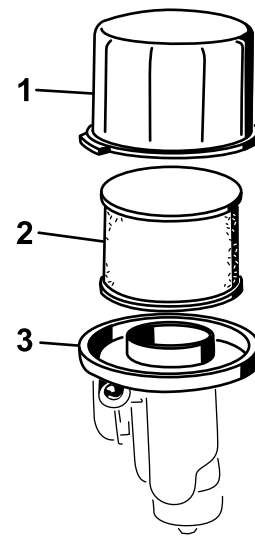

Figure 22
3. Déposez le couvercle et nettoyez-le soigneusement (Figure 22).
4. Retirez le préfiltre en mousse de l'élément en papier (Figure 22), et remplacez l'élément papier s'il est très encrassé.